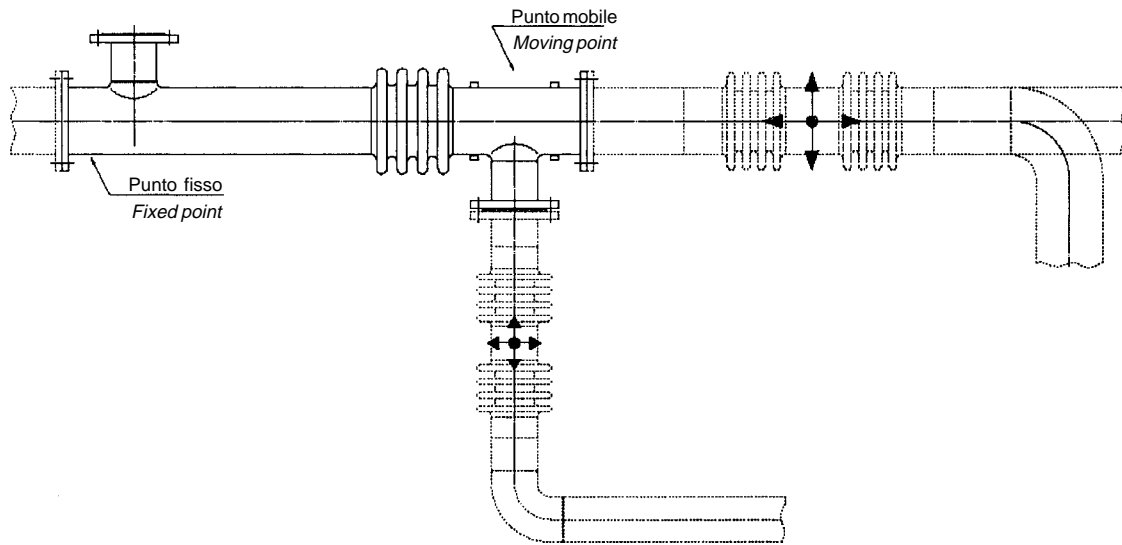

Fig. 5
2.8 La fig. 5 mostra una possibile connessione delle tubazioni allo scambiatore. E' possibile anche un collegamento a omega o con tubi flessibili
2.8 Fig. 5 shows a possible tubing connections. It is possible also use large bended tubes or flexible connections